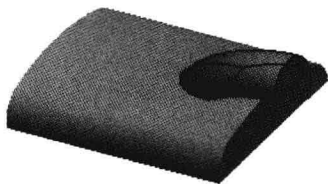

图 2.10 扫掠特征
Step6. 创建图 2.10 所示的扫掠特征。
(1) 在 **实体** 区域中单击  后的小三角, 选择  扫掠 命令后。系统弹出“扫掠”对话框。
(2) 在“扫掠”对话框的 **默认扫掠类型** 区域中选中  **单一路径和横截面(S)** 单选项, 其他参数接受系统默认设置值, 单击 **确定** 按钮。